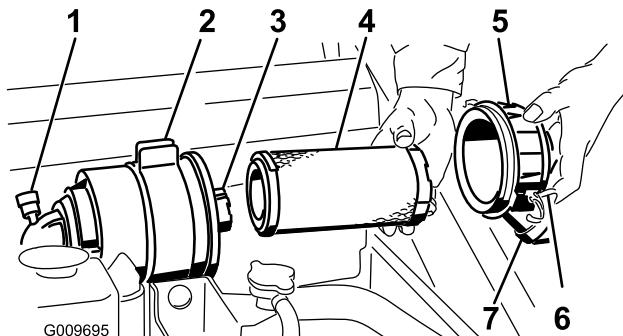

Bild 33
Wichtig: Warten Sie den Luftfilter nur, wenn die Wartungsanzeige rot ist (Bild 33). Das frühzeitige Auswechseln des Luftfilters erhöht nur die Gefahr, dass Schmutz in den Motor gelangt, wenn Sie den Filter entfernen.
4. Lösen Sie die Riegel am Luftfilter und ziehen Sie die Abdeckung vom Gehäuse ab (Bild 33).
- Schieben Sie den Hauptfilter vorsichtig aus dem Luftfiltergehäuse heraus (Bild 33). Vermeiden Sie ein Anstoßen des Filters an der Seite des Gehäuses.
- Wenn Sie den Sicherheitsfilter auswechseln, schieben Sie den neuen Filter vorsichtig in das Filtergehäuse (Bild 33).
- Schieben Sie den Hauptfilter vorsichtig auf den Sicherheitsfilter (Bild 33). Stellen Sie sicher, dass dieser einwandfrei einliegt, indem Sie beim Einbauen auf den äußeren Rand des Filters drücken.
- Bringen Sie die Luftfilterabdeckung mit der Seite an, auf der UP gestanzt ist, und rasten Sie die Riegel ein (Bild 33).